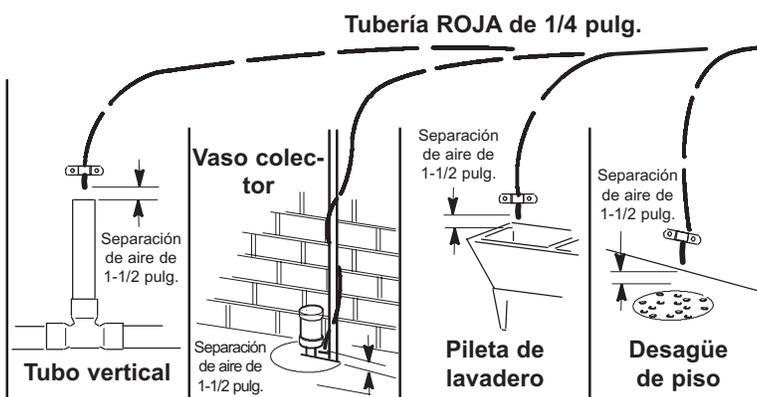

FIG. 12
Tienda la tubería de desagüe a un drenaje existente en la casa. Un desagüe de piso, pileta de lavadero, un tubo vertical, un vaso colector, etc. son drenajes aptos. Vea la Fig. 12. Este tipo de drenaje es el preferido por sobre el adaptador de desagüe del colector en P.
4. Tienda la tubería al punto de desagüe y fijela al extremo con un soporte (no incluido). Deje una separación de aire de 1 1/2 pulg. entre el extremo del tubo y el desagüe. Vea la Fig. 12.